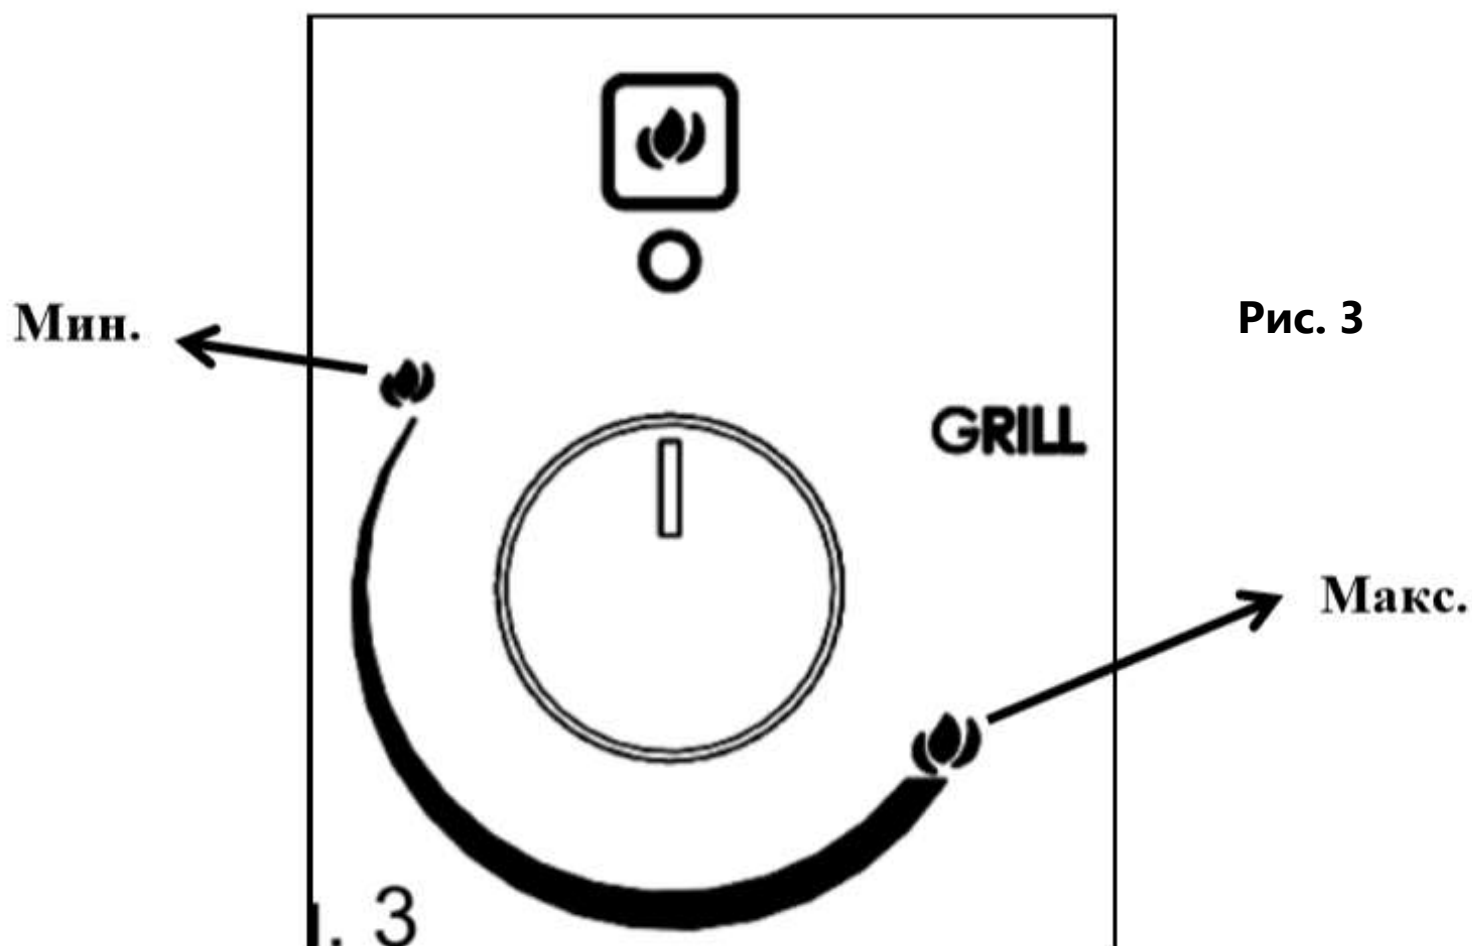

Рис. 3
Индикатор на панели управления (Рисунок 3) показывает повышенную температуру духовки. Для регулирования температуры, поверните ручку на выбранную позицию.
- Для включения электрического зажигания, нажмите на ручку термостата, и, придерживая ручку, приведите на максимальную позицию Максимум (Рисунок 3), повернув её против часовой стрелки (Рисунок 4).
2. Для включения электрического зажигания, нажмите на ручку регулировки температуры, и придерживая кнопку, приведите на максимальную позицию ГРИЛЬ (Рисунок 3), повернув по часовой стрелке (Рисунок 6). Никогда не продолжайте этот процесс больше 15 секунд. Если горелка до сих пор не горит, подождите одну (1) минуту и повторите зажигание заново. В случае неисправности электричества, для ручного включения духовки, поднесите огонь к правой и левой стороне горелки (Рисунок 7), после этого нажмите на ручку термостата (Рисунок 6) и поверните.